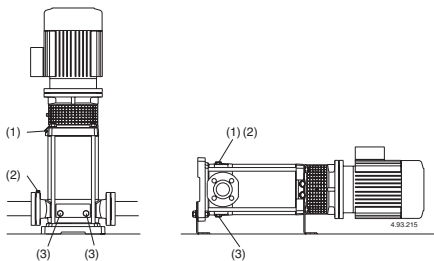

Abb. 4d (1) Auffüllung und Entlüftung:
(2) Entlüftung Saugleitung
(3) Entleerung
Wenn der **Wasserspiegel auf der Saugseite oberhalb der Pumpe** ist (Zulaufbetrieb, **Abb. 3B**) Absperrschieber in der Zulaufleitung langsam und vollständig öffnen um die Pumpe zu füllen. Dabei Schieber in der Druckleitung und die Entlüftungsöffnungen (1) (2) (**Abb. 4d**) öffnen, damit die Luft entweichen kann.
Entlüftungsöffnungen (1) (2) schließen (**Abb. 4d**). Bei CVD 031-051-101-151-201, die Nadschraube (14.17) in der Entleerungs-Verschlusschraube (14.12) (**Abb. 4b**) anziehen und die Entlüftungsbohrung (14.04) schließen.